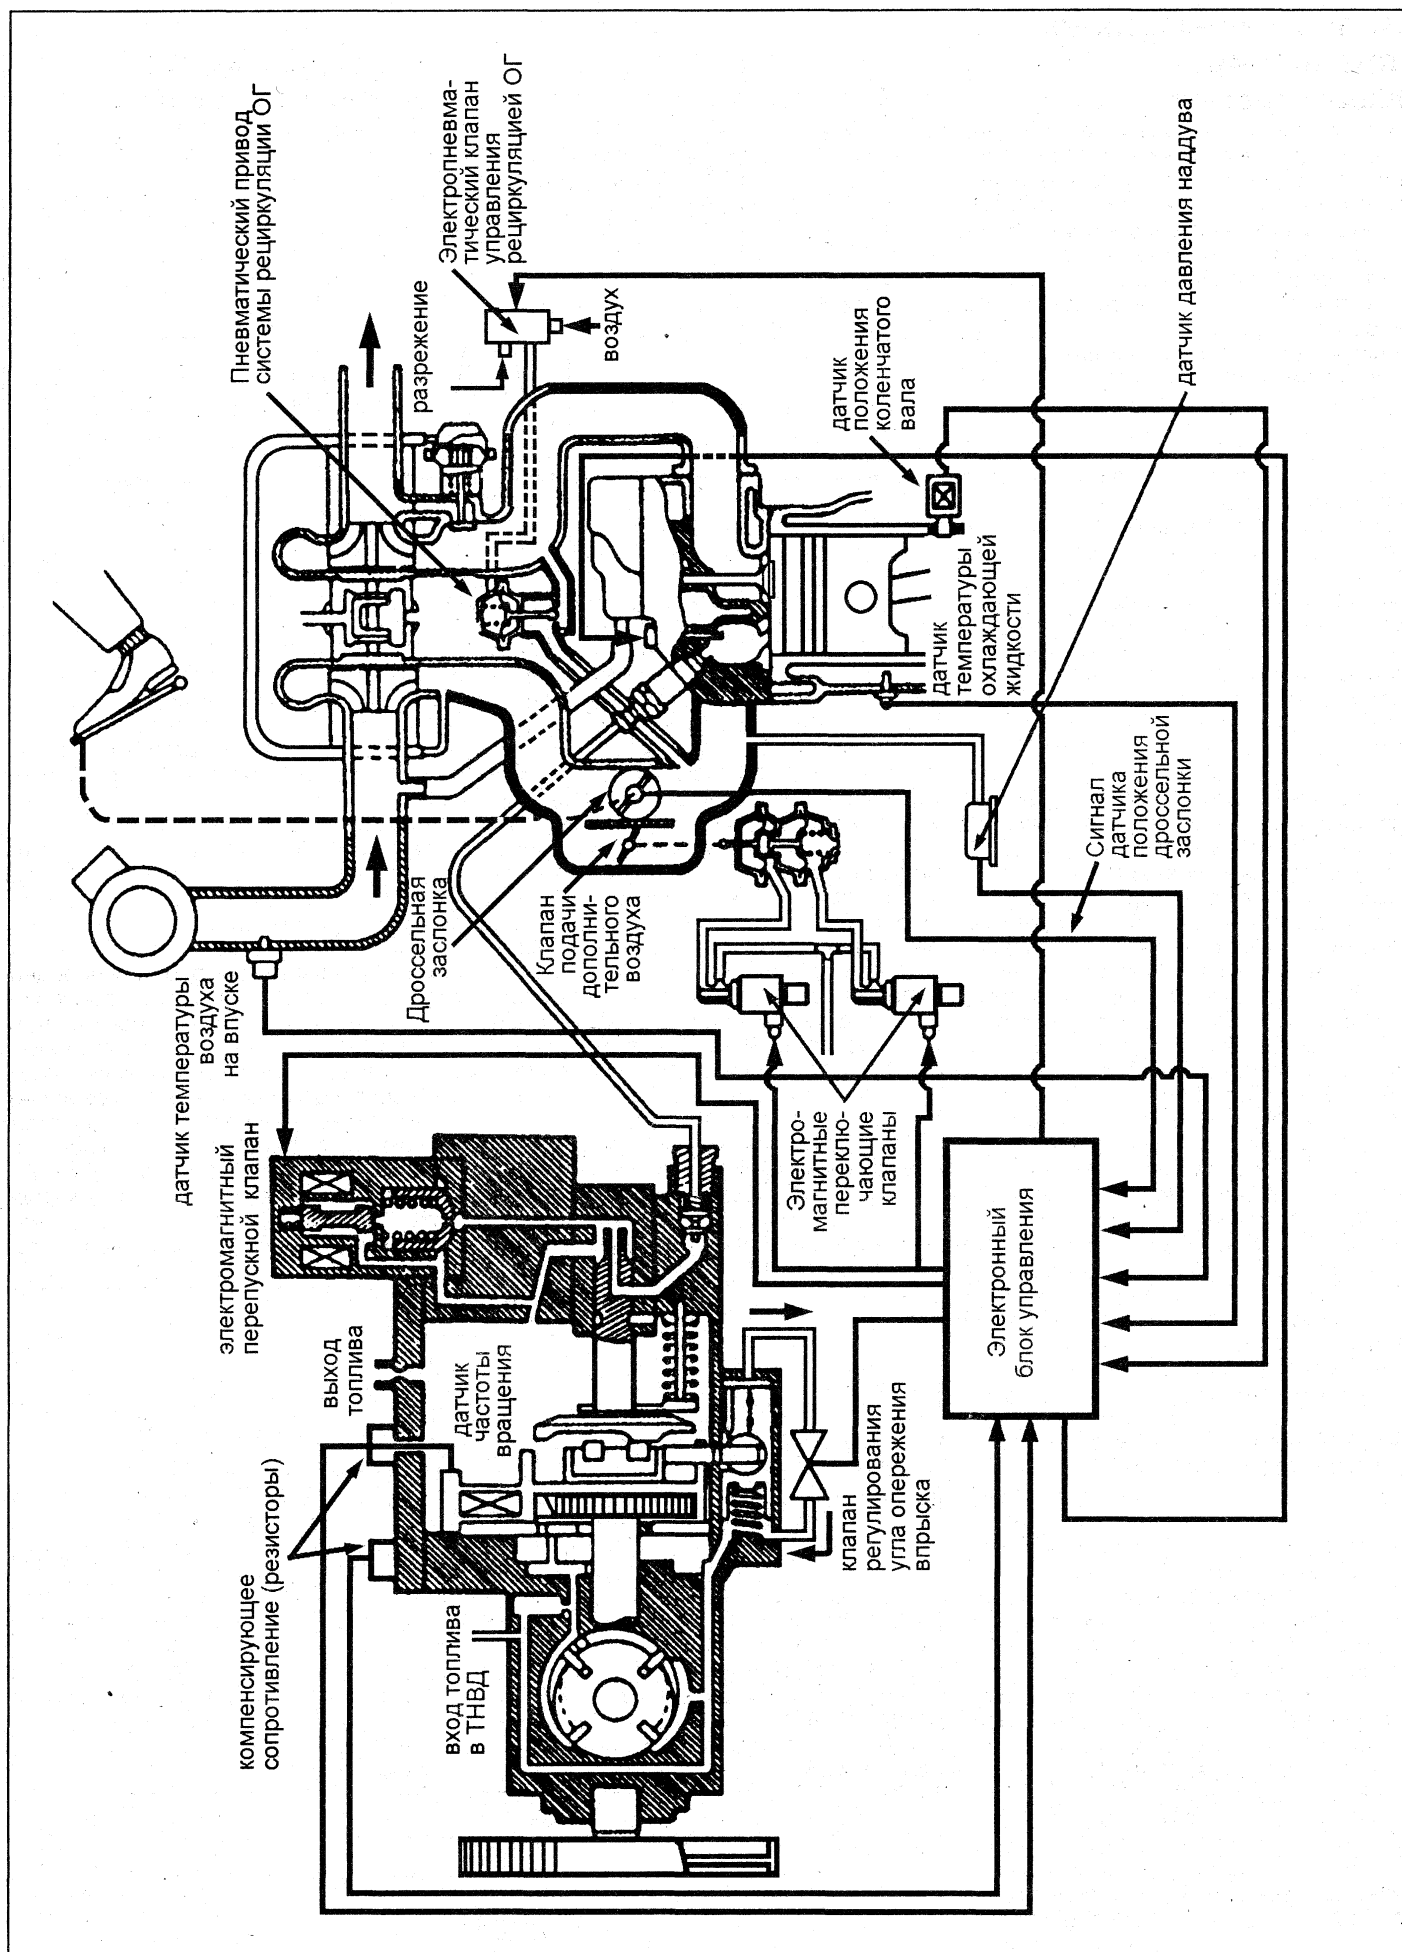

Рис. 2. Схема электронной системы управления двигателями 2L-THE и 2L-TE.
3), начиная с некоторого угла поворота вала, набегают на ролики, вращающиеся на осях в свободной относительно вала шайбе. Кулачки, отталкиваясь от роликов, перемещают плунжер вправо, сжимая топливо в камере высокого давления ТНВД. Возвратный ход плунжера осуществляется за счет пружин, действующих на кулачковую шайбу. Одна из них показана на рис. 2 снизу от плунжера. Вращающийся вместе с валом плунжер выполненным в нем каналом с радиальным выходом поочередно сообщает камеру высокого давления ТНВД с магистралями высокого давления форсунок соответствующих цилиндров. Камера высокого давления ТНВД сообщена со сливом через нормально открытый конический затвор электромагнитного перепускного клапана, управляемого электронным блоком. Датчик частоты вращения (положения вала ТНВД), взаимодействуя с зубчатым диском, вращающимся с валом, ге-